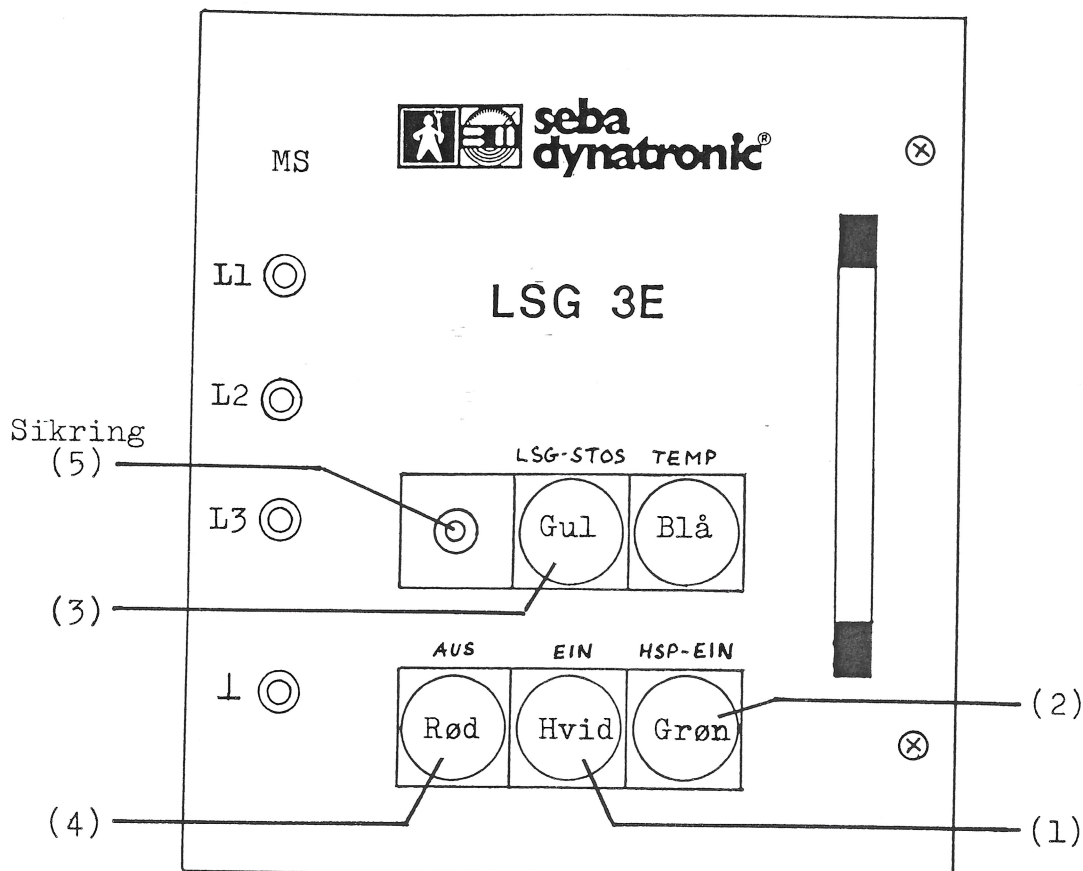

Fig.2 Eksternt betjeningspanel LSG 3E
Til udførelse af lysbue-stabilisations-måling trykkes på tast "EIN" (1) (se Fig.2 side 3) på betjeningspanelet på LSG 3E, hvorved LSG 3E er i driftsklar tilstand. Impulsekko-meteret KAB 3E kobles ind, og over menu-tast "MODE" vælges funktion "KLV". Ved tryk på tast "START" optages et ekkogram af den fejlramte kabelleder uden lysbue i målekanal Kl. Derefter udføres på KAB 3E de nødvendige indstillinger som måleområde, forstærkning etc., hvorefter man ved tryk på kanaltast "K" skifter fra målekanal Kl til målekanal K2. Ved efterfølgende tryk på tast "START" er KAB 3E forberedt til ekstern synkronisering fra LSG 3E.
LSG 3E kan anbringes alle steder i en målevogn, hvor der er plads dertil. Dette er muligt gennem anvendelsen af et eksternt betjeningspanel (Fig.2), der med to styrekabler er forbundet til LSG 3E. De ydre mål for dette betjeningspanel kan tilpasses til de givne forhåndenværende forhold inden for målevognens betjeningsområde.
Tallene i parantes svarer til tallene i Fig.2 (Eksternt betjeningspanel)